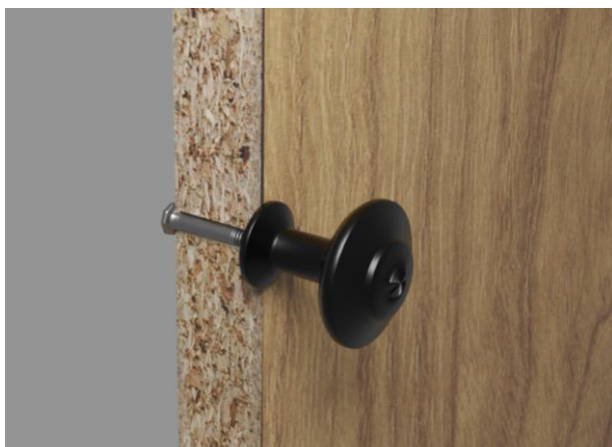

Imagen 15
- Las asas u otro, que se atornillan en la superficie del tablero, se sujetan de la manera más uniforme posible y no con demasiada fuerza, al riesgo de deformar el interior del tablero (Imagen 15).